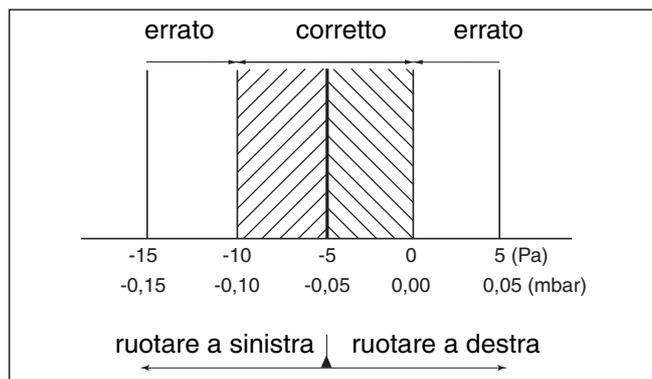

Fig. 67 Differenza Gas/Aria durante la messa sotto carico minimo
- Rilevare la pressione differenziale durante la modalità di manutenzione alla potenza minima. La pressione differenziale ( $p_{\text{gas}} - p_{\text{aria}}$ ) deve essere pari a  $-5 \text{ Pa}$  ( $\pm 5 \text{ Pa}$ ) (visualizzazione sull'apparecchio di misurazione: da  $-10$  a  $0 \text{ Pa}$ ) (fig. 67).